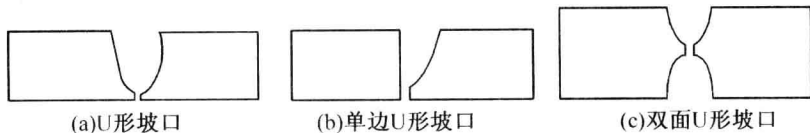

图1-6 U形坡口
c. U形坡口。U形坡口有单面U形坡口、单边U形坡口、双面U形坡口(如图1-6所示)。
当钢板厚度为 $20 \sim 60\text{ mm}$ 时, 采用U形坡口[见图1-6(a)]; 当钢板厚度为 $40 \sim 60\text{ mm}$ 时, 采用双面U形坡口[见图1-6(c)]。